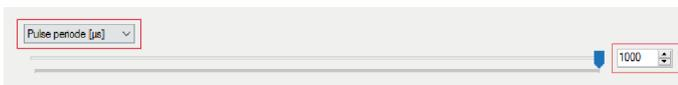

Abbildung 48: Pulse Periode
- Pulse period [μ s] oder [fps] einstellen (Abbildung 48, Seite 58).